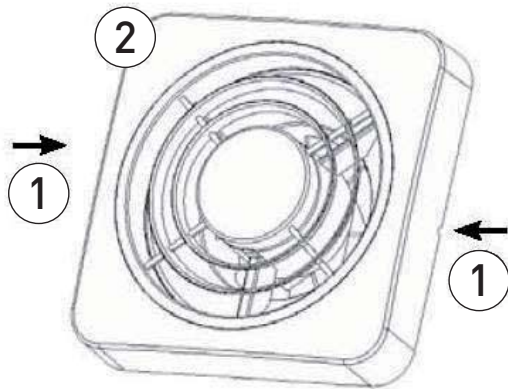

Fig. 8
1. Sganciare il coperchio (2) dal portamotore premendo sui fori laterali (1) mediante un piccolo cacciavite (fig. 8).